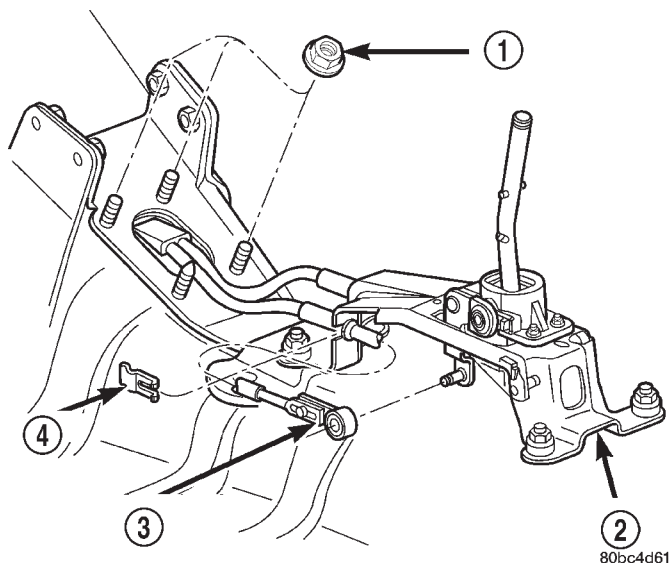

Fig. 41 Cable de cruce en el conjunto del cambiador
(5) Retire el collarín de retención del cable de cruce y desconéctelo de la palanca de cambios (Fig. 41).
(7) Retire las tres tuercas de fijación de la placa de virola en la plancha del suelo de la carrocería (Fig. 41).
(10) Instale el cable de cruce en la palanca del cambiador y fije el cable al soporte del cambiador. Instale el collarín (Fig. 41).